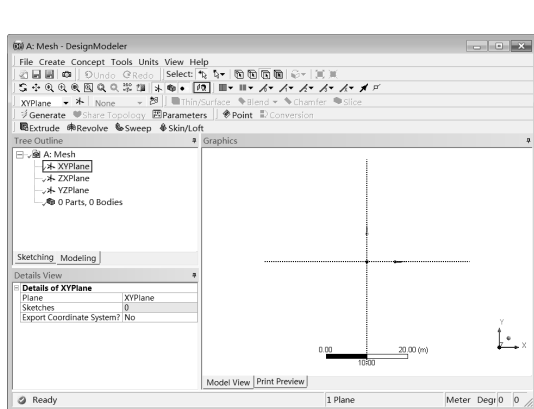

图 3-76 草绘平面
Step5：选择 Tree Outline 中的 Mesh XYPlane 命令，如图 3-76 所示，然后单击工具栏中的 按钮，使平面正对屏幕。